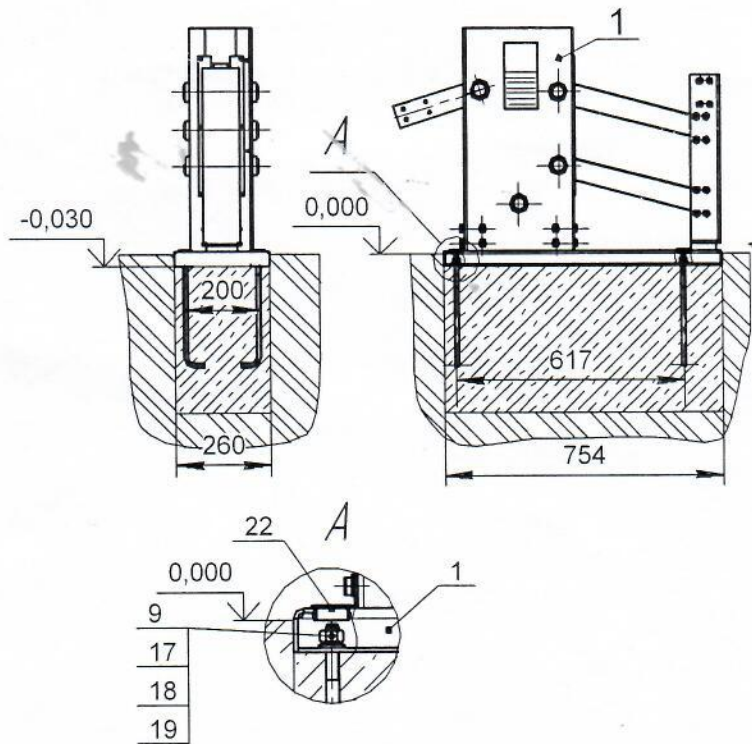

Рис.3
12.3.8 Убедиться в сухости и прочности залитого бетона. Установить платформу в сборе со стойкой (поз. 1) на анкерные болты (поз. 9) и закрепить, установить заглушки поз.22 (рис.3):